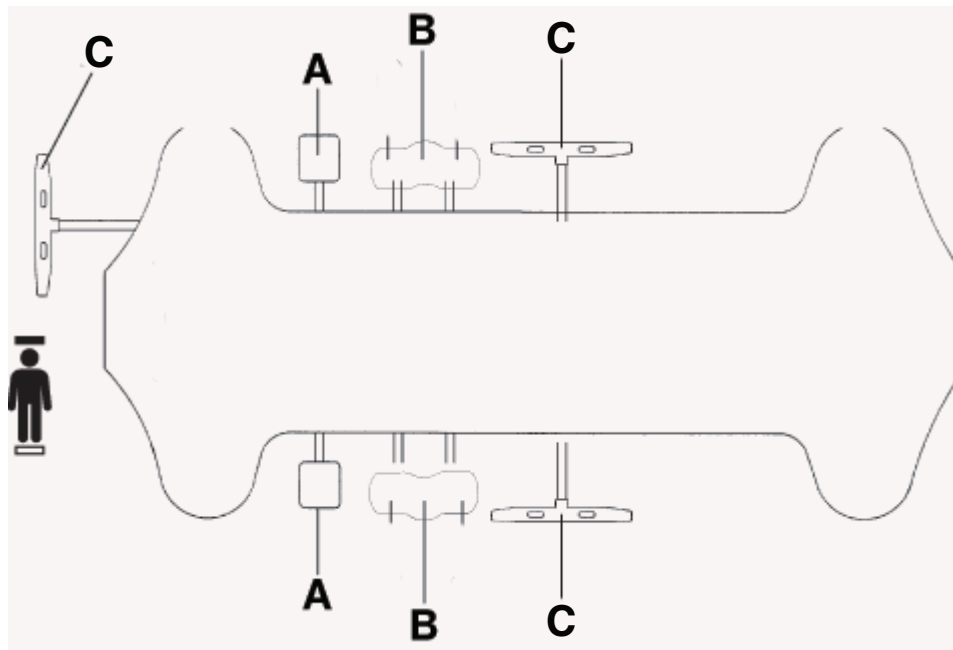

Figura 3 – Sollevamento e abbassamento del lettino
Per alzare il lettino, premere il pedale a pompa (A) fino a raggiungere l'altezza desiderata (Figura 3).
Per abbassare il lato testa del prodotto, premere sul lato del pedale unico di abbassamento (B) più vicino al lato testa (Figura 3).
Per abbassare il lato piedi del prodotto, premere sul lato del pedale unico di abbassamento (B) più vicino al lato piedi (Figura 3).